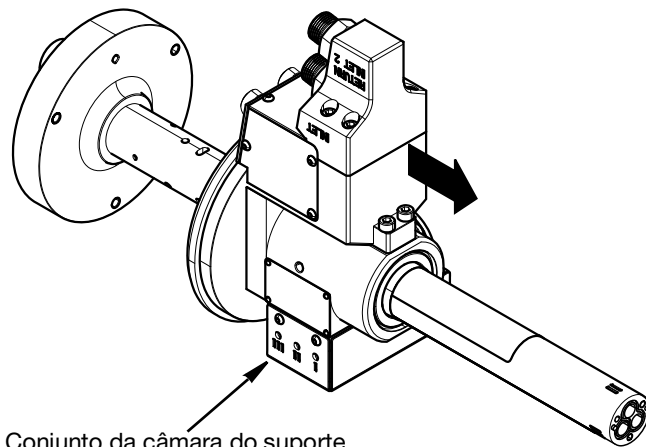

FIG. 17
9. Deslizar o conjunto da câmara giratória com a caixa de ligação. Consulte a FIG. 17.